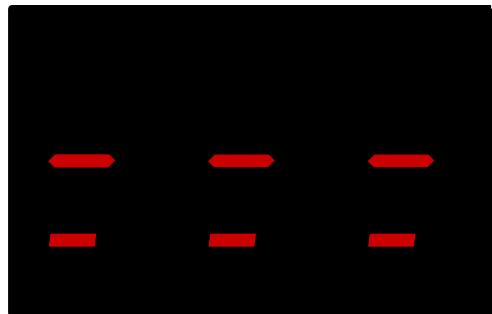

Рисунок 8
5.5 Для проведения теста на наличие алкоголя в крови, обследуемый должен произвести глубокий вдох, а затем, не прерываясь, выдохнуть воздух из легких через мундштук в реакционную камеру изделия. Выдох должен быть достаточной силы, при правильном выдохе, звучит непрерывный звуковой сигнал в течение примерно 8-10 секунд, а на дисплее высвечиваются поочередно в режиме «бегущие огни» попарно нижние и средние сегменты разрядов индикатора (см. рисунок 8).